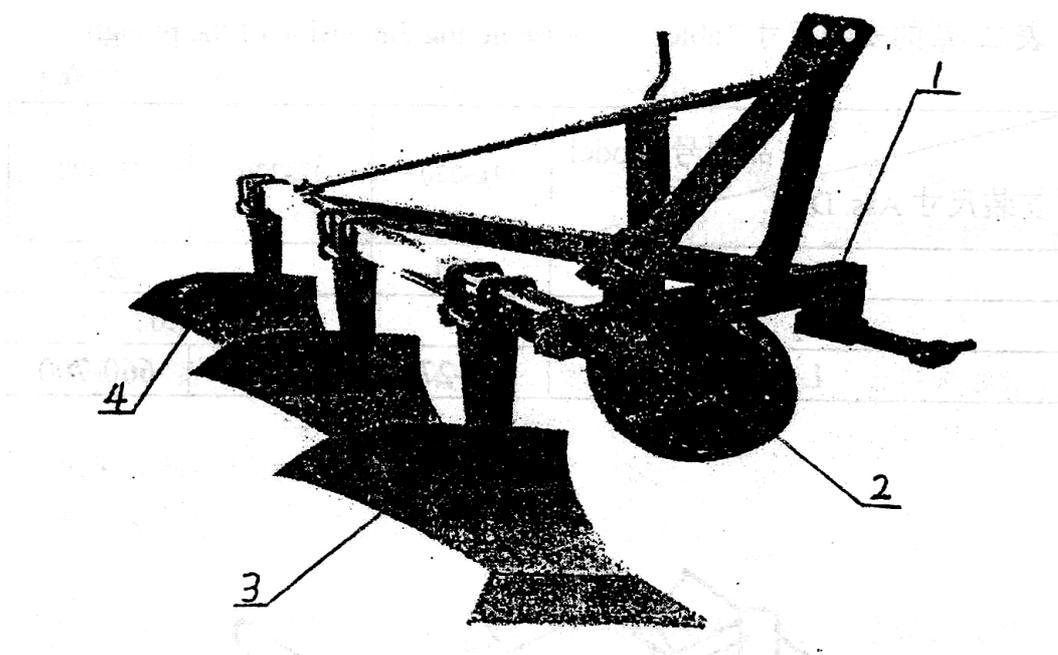

Рис.1
Плуг состоит из рамы (1), регулируемого опорного колеса (2) и корпусов плуга в сборе (3,4). См. рис. 1
#### 4) Регулировка ширины борозды (см. рис. 1)